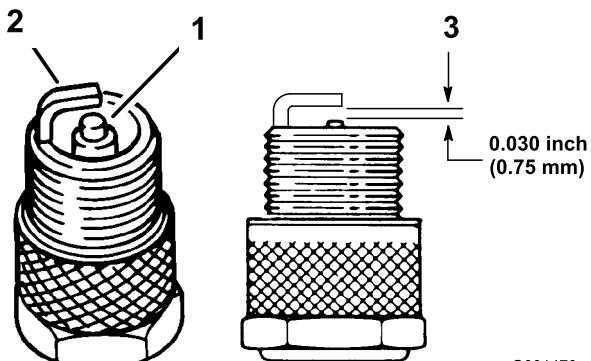

Figura 30
- Mire la parte central de las bujías (Figura 30). Si se observa un color gris o marrón claro en el aislante, el motor está funcionando correctamente. Si el aislante aparece de color negro, significa que el limpiador de aire está sucio.
- Compruebe la separación entre los electrodos central y lateral (Figura 30). Si la distancia no es correcta, doble el electrodo lateral (Figura 30).
- Conecte los cables a las bujías (Figura 30).